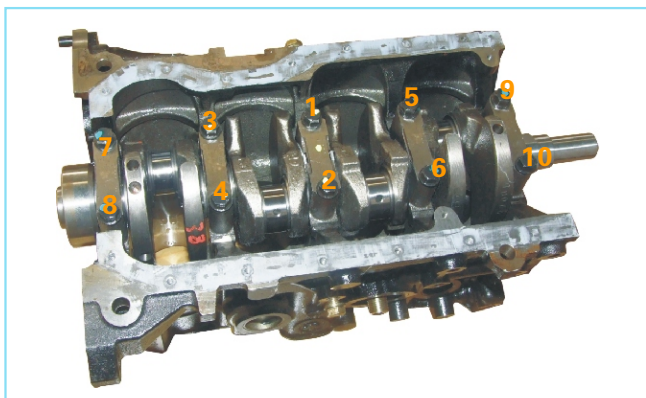

图2-86 主轴承盖拧紧顺序
③在主轴承螺栓的螺栓头下和螺纹处涂上薄薄一层发动机油；按先中间后两边，对角交叉的图示顺序（如图2-86所示）均匀地拧紧10个主轴承盖螺栓，JL479Q及JL479QA扭矩 $60\text{N} \cdot \text{m}$ 。